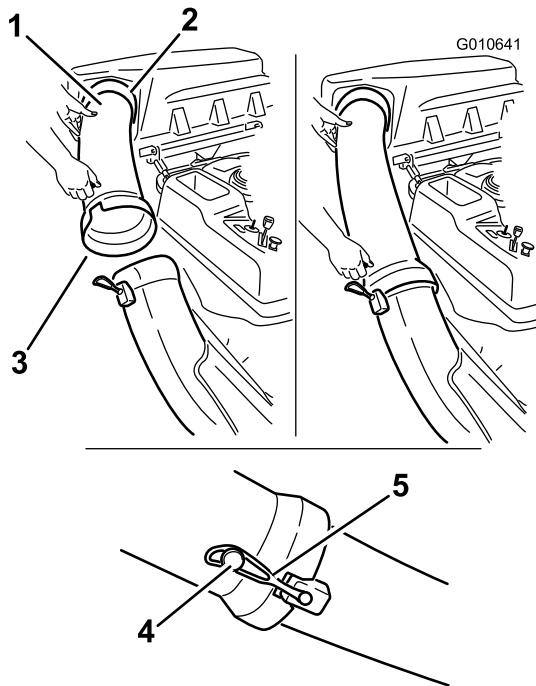

Figura 21
1. Inserite l'estremità curva del tubo di scarico nell'apertura prevista nel coperchio del sistema di raccolta (Figura 21).
- Fate passare l'estremità svasata del tubo di scarico sopra l'estremità del cammino di scarico. Portate il cinghiale di gomma del cammino sopra il grano del cammino di scarico per ancorarlo con sicurezza (Figura 21).